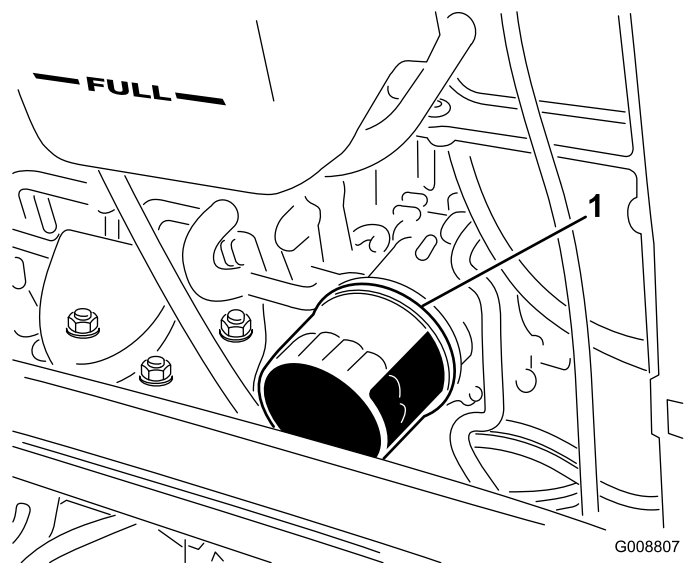

Figura 90
4. Togliete il filtro dell'olio (Figura 90).